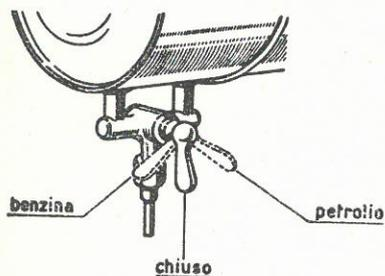

Fig. 1
1. — Per il motore funzionante a petrolio aprire il rubinetto (3) girando la chiavetta dal lato del vano benzina (Fig. 1).
2. — Chiudere per due terzi la presa d'aria del carburatore mediante la levetta (9).
5. — Regolare la velocità del motore a mezzo del pomello regolatore (7) avvitandolo per aumentare la velocità e svitandolo per diminuirla.
6. — Quando il motore è caldo passare all'alimentazione a petrolio girando la chiavetta del rubinetto dal lato del vano petrolio (Fig. 1).